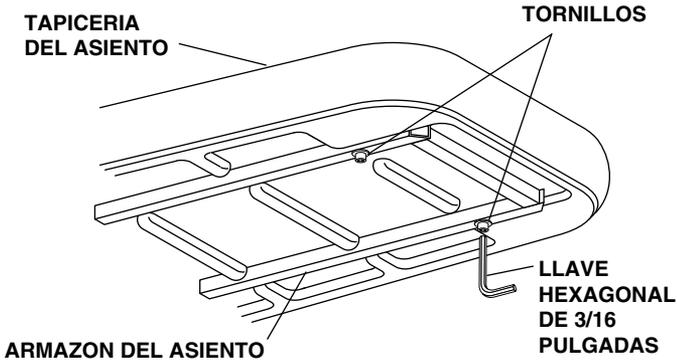

Figura 10. Sustitución de la tapicería del asiento
2. Extraiga la tapicería del asiento desenganchando los cuatro tornillos de presión manual situados en la parte inferior (*consulte la figura 10 en la página 14*).